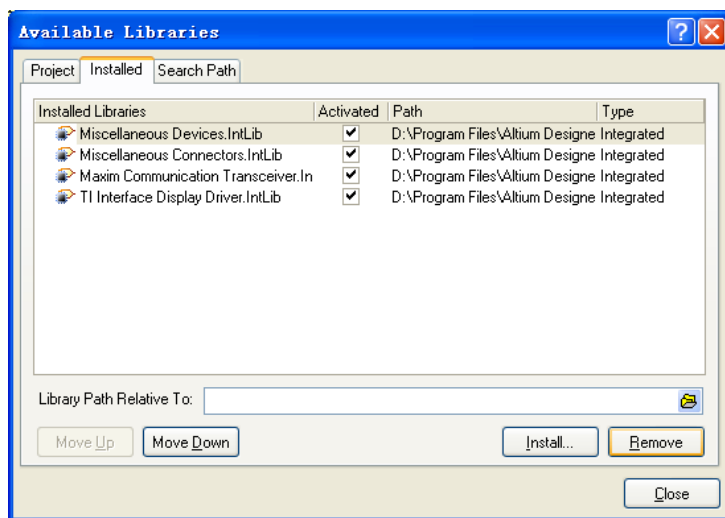

图7-7 安装库文件对话框
- (1) 如果用户需要添加新的库文件, 单击图7-3中库面板的“Libraries”按钮, 弹出“Available Libraries”对话框如图7-7所示。